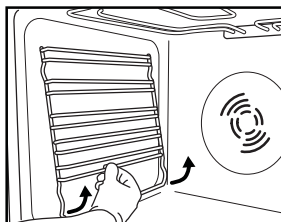

Fig. 3
1. Retirez les grilles porte-accessoires latérales (Fig. 3).